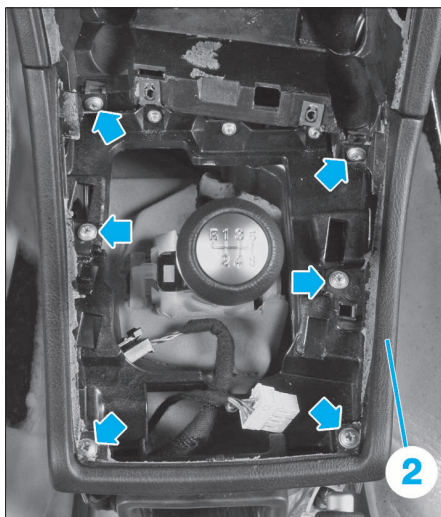

FIG. 4
- Déposer la garniture du levier de vitesses (2) (Fig.4).